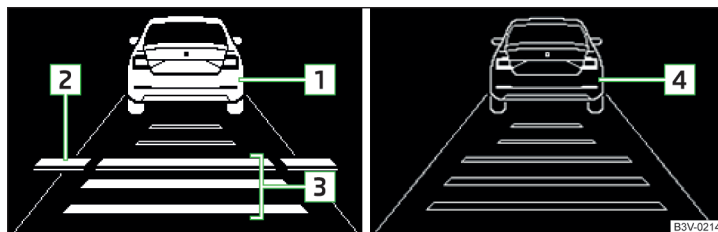

Fig. 232 Afișajul panoului de bord: Exemple de afișaje ACC
**Afișajele ACC » fig. 232**
Pe ecranul panoului de bord apare linia » fig. 232 la pagina 190, care marchează deplasarea distanței.